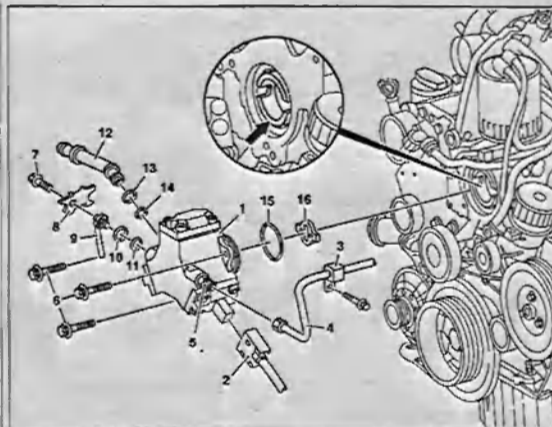

Рис. 3.34. Снятие и установка топливного насоса высокого давления:
3. Отсоедините разъем проводки 2 от топливного насоса высокого давления 1 (рис. 3.34).